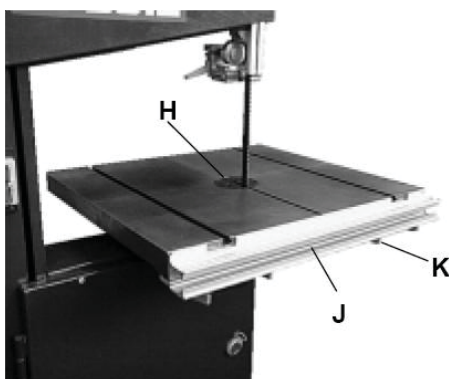
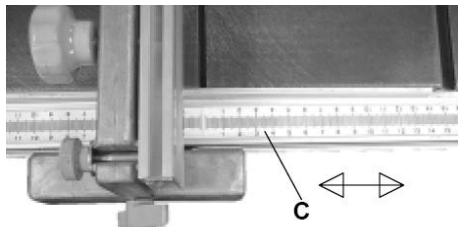

Рис. 4
Рис. 11
- Встановіть пластикову вставку столу (H) у центр столу кутовою поверхнею донизу (Рис. 4).
- Аби встановити напрямну (J), прикріпіть її чотирма гвинтами з шайбами (K) до переднього краю столу (Рис. 4).
- Аби відрегулювати шкалу напрямної, послабте 4 гвинти (див. К, Рис. 4) під столом та посуňte шкалу та напрямну (С) у бік (Рис. 11).